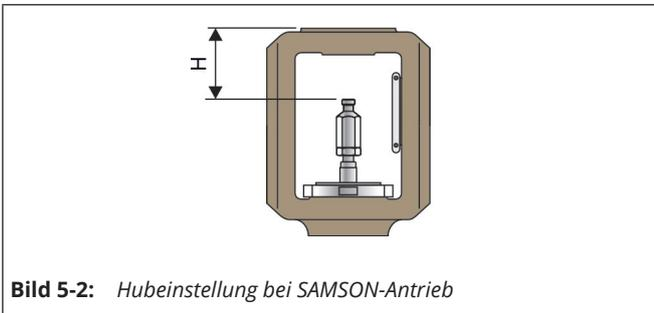

Bild 5-2: Hubeinstellung bei SAMSON-Antrieb
- ⇒ Das Probenehmerventil wird zum Schutz vor Eindringen von Fremdkörpern mit einer Verschlusschraube (12) in der Entlüftungsbohrung geliefert, vgl. Bild 5-2 und 5-3. Diese vor Inbetriebsetzung entfernen.
- ⇒ Das Probennehmerventil wird zum Schutz vor Eindringen von Fremdkörpern mit einer Verschlusschraube (12) in der Entlüftungsbohrung geliefert, vgl. Bild 5-2 und 5-3. Diese vor Inbetriebsetzung entfernen.